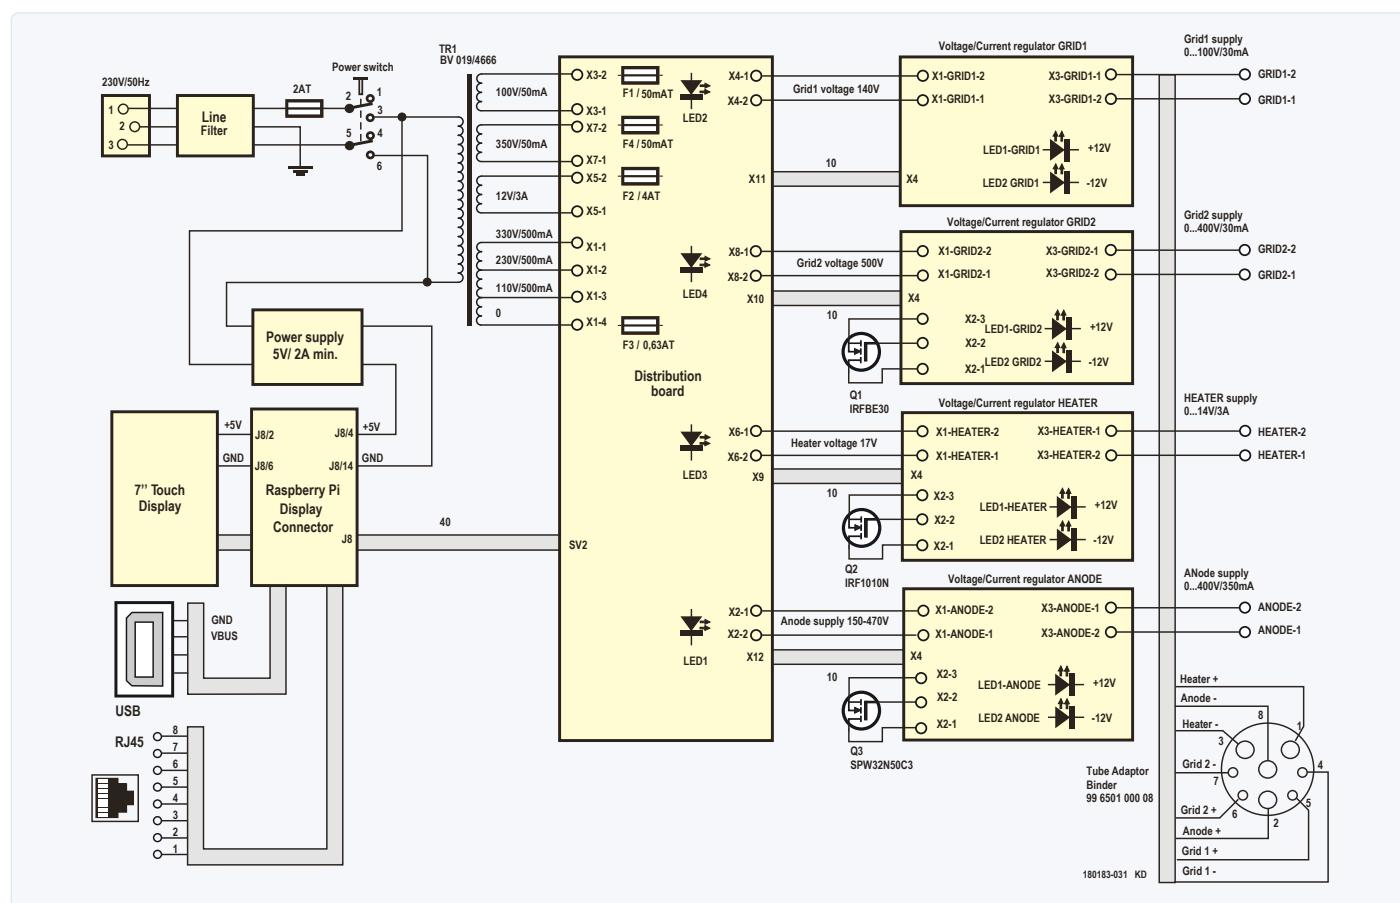

Figure 1. Synoptique de l'alimentation haute tension, avec l'interconnexion des différentes sections.
**La figure 1** montre le circuit global de l'alimentation, c'est-à-dire le câblage de ses différentes parties. Les différentes fonctions de l'alimentation sont situées sur la carte de distribution et les cartes auxiliaires.